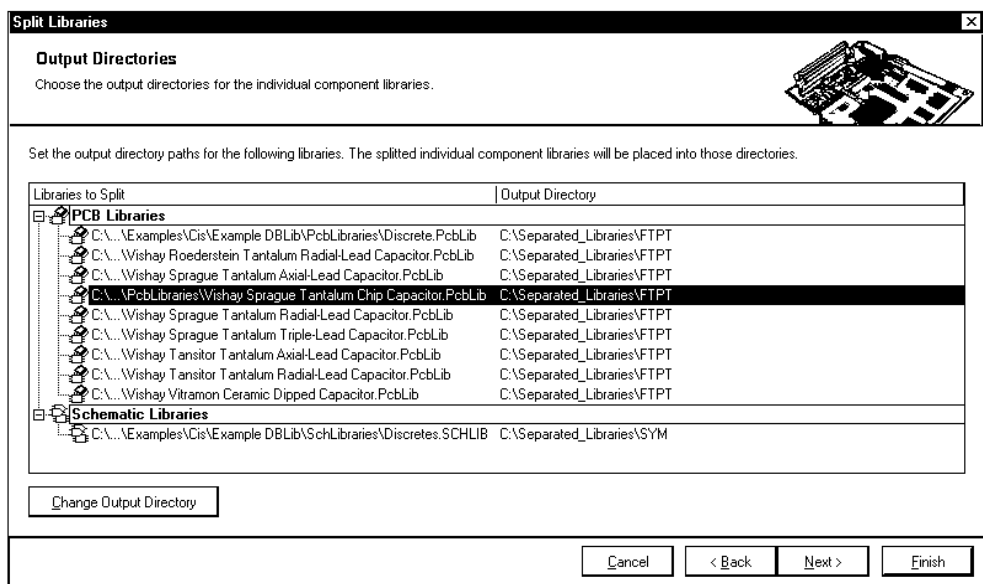

Рис. 12.6. Мастер расщепления интегрированных библиотек: объявление выходного каталога для расщепленных библиотек
4. Щелчком на кнопке **Next** перейти на вторую страницу мастера (рис. 12.6). На данной странице к списку выбранных библиотек (**Libraries to Split**) добавляется список каталогов для размещения расщепленных библиотек (**Output Directory**). По умолчанию предлагается разместить расщепленные библиотеки в тех же каталогах, где находятся исходные библиотеки.